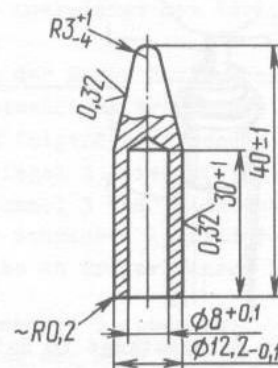

Bild 4-56. Dorn zum Einbringen der Dichtung an Stoßdämpferstange
- beim Einbringen der Dichtung an der Stange ist es zweckmäßig, den Kegeldorn (Bild 4-56) im Einsatz an der Seite des Schaftteils der Kolbenbefestigung zu benutzen, um eine Beschädigung der Dichtkanten der Dichtung zu verhüten;